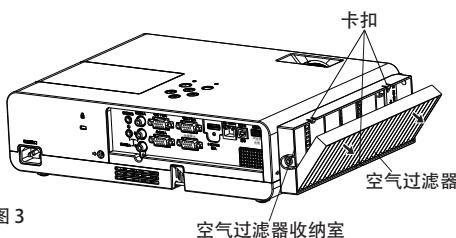

图 3
- 空气过滤器通过空气过滤器收纳室上的 3 个卡扣进行固定。(如图 3 所示)捏住靠近空气过滤器收纳室上端两个卡扣处的空气过滤器,按箭头方向拉动并使其脱离两个卡扣,然后取出。(如图 3 所示)